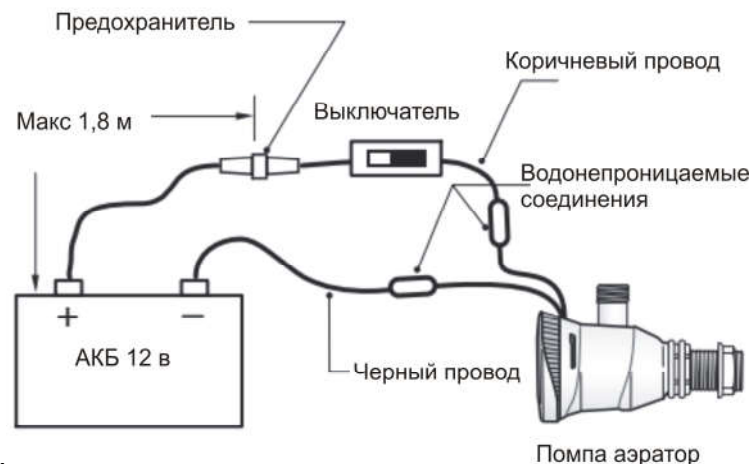

Рис.4
1. С помощью изолированных клеммных разъемов подключите положительный вывод (коричневый) к переключателю вкл/выкл. Подключите отрицательный вывод (черный) на массу (Рис. 4).